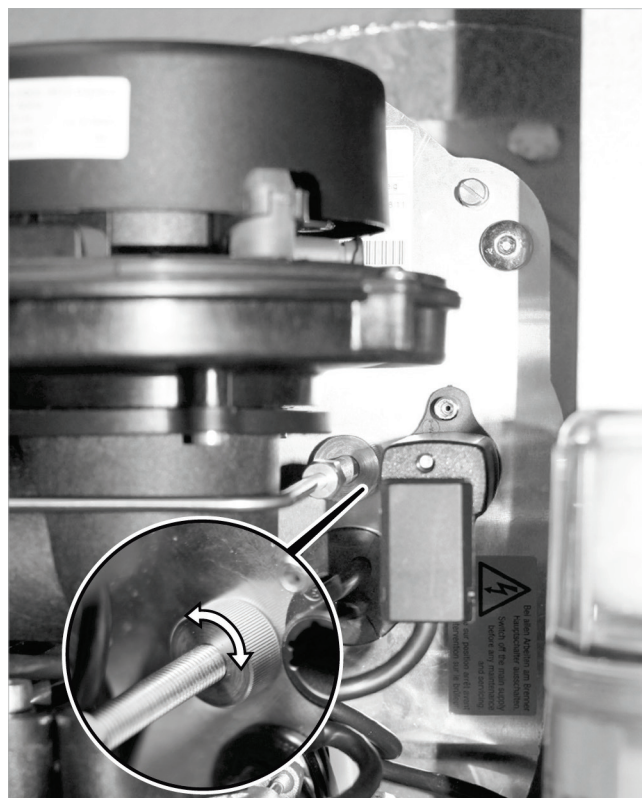

Abb. 124: Rändelmutter (Anschluss Ölleitung / Düsenstock)
5. Rändelmutter des Düsenstocks (siehe → Abb. 124, S. 61) ca. 2 Umdrehungen gegen den Uhrzeigersinn drehen (Düsenstock wird „nach hinten“ gezogen).
1. Am Anschluss der Ölleitung zum Düsenstock gibt es vor der Brennergrundplatte eine Rändelmutter (→ Abb. 124). Damit ist die gesamte Mischeinrichtung nach vorne oder hinten verschiebbar. Die Rändelmutter lässt sich bis zu einem bestimmten Punkt (Anschlag der Mischeinrichtung im Flammrohr) verstellen. Rändelmutter so einstellen, dass die Mischeinrichtung am Anschlag anliegt.